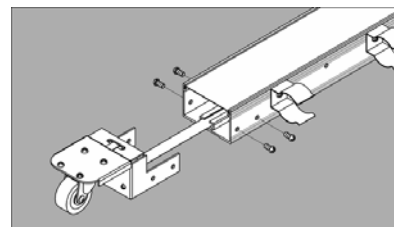

図 10
2. ネジを 4 本外し、キャスター部を取り外します。（図 10）